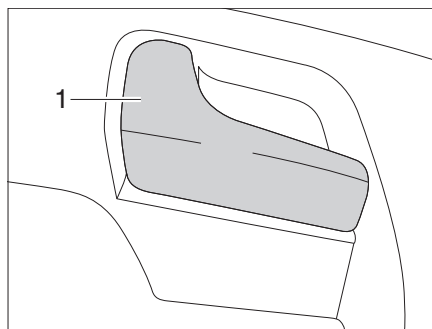

Fig. 47 Serrure de la porte chauffeur, à l'intérieur
- Tirer sur la poignée (Fig. 47,1). La serrure de la porte est déverrouillée.